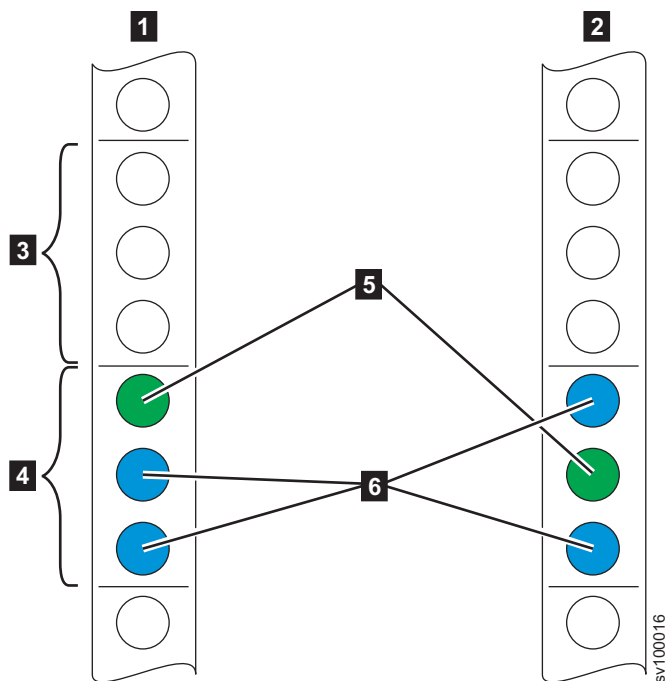

図 21. ラック・スペースの識別
2. 24 ページの図 21 に示されているように、(取り付けのノードに応じて) ラック内の使用可能な 2U スペースを選択します。